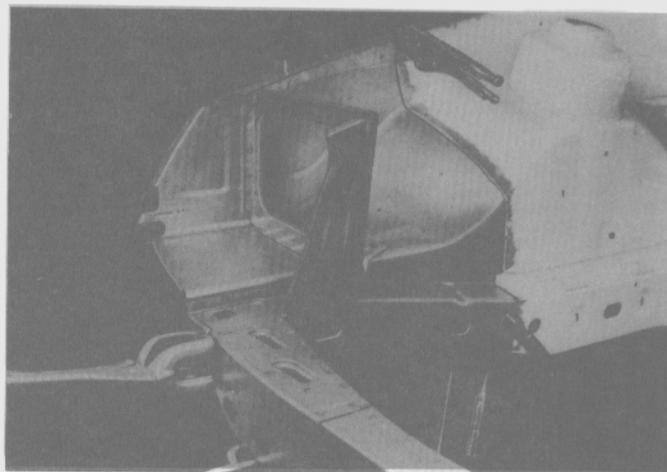

Fig. 159
- Acoplar la nueva sección del conjunto larguero/guardabarro delantero interior a la herramienta T84G-F00001-BAS y sujetarla con pinzas (Figs. 159 y 160).